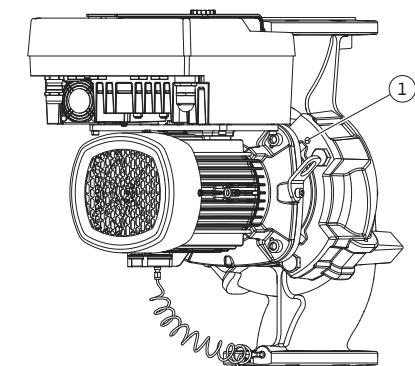

Fig. 11: Éjection du kit embrochable par les trous taraudés (selon le type de pompe)
Pour le type de pompe des Fig. II et Fig. III, utiliser pour ce faire les deux trous taraudés (Fig. 11, pos. 1). Utiliser les vis appropriées fournies par le client (p. ex. M10 x 25 mm).
5. Éjecter le kit embrochable (voir Fig. 4) du corps de pompe. Pour ce faire, utiliser les deux trous taraudés (voir Fig. 11). Pour desserrer le logement, visser des vis M10 de longueur adéquate dans les trous taraudés.
7. Desserrer les deux vis imperdables de la tôle de protection (Fig. II, pos. 27) et retirer la tôle de protection.
8. Engager une clé plate de surplat 27 mm dans le regard de la lanterne et maintenir l'arbre au niveau des surfaces de serrage (Fig. II, pos. 16). Dévisser l'écrou de blocage de roue (Fig. II, pos. 22). Retirer la roue (Fig. II, pos. 21) de l'arbre avec un dispositif de tirage.
9. Desserrer la tôle de support du capteur de pression différentielle (Fig. I, pos. 13) de la bride du moteur en desserrant la vis (Fig. II, pos. 10). Laisser le capteur de pression différentielle (Fig. I, pos. 8) suspendu avec la tôle de support (Fig. I, pos. 13) au niveau des